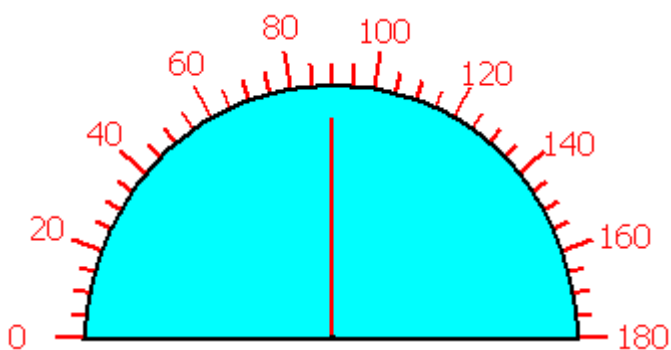

图 4-64 仪表控件
3.在画面编辑区域，按下鼠标不动，牵拉鼠标画出仪表控件。仪表控件的效果图如下图 4-64：